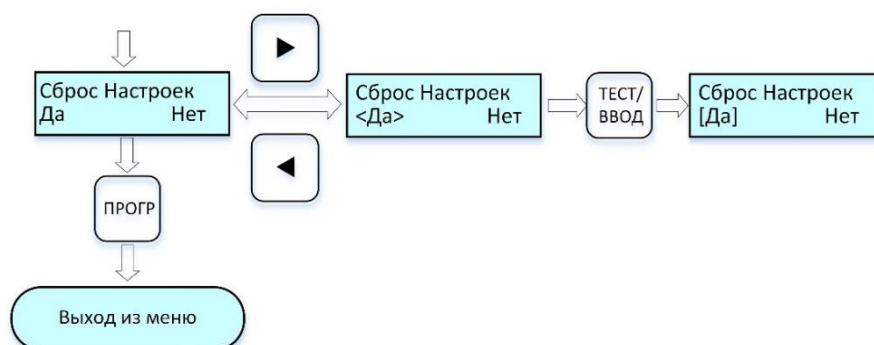

Рисунок 13– Циклограмма выводимых сообщений на дисплей при установке параметров «по умолчанию»
2.6.8.6 Для **установки параметров «по умолчанию»** выполнить процедуры по циклограмме *рис. 13*: